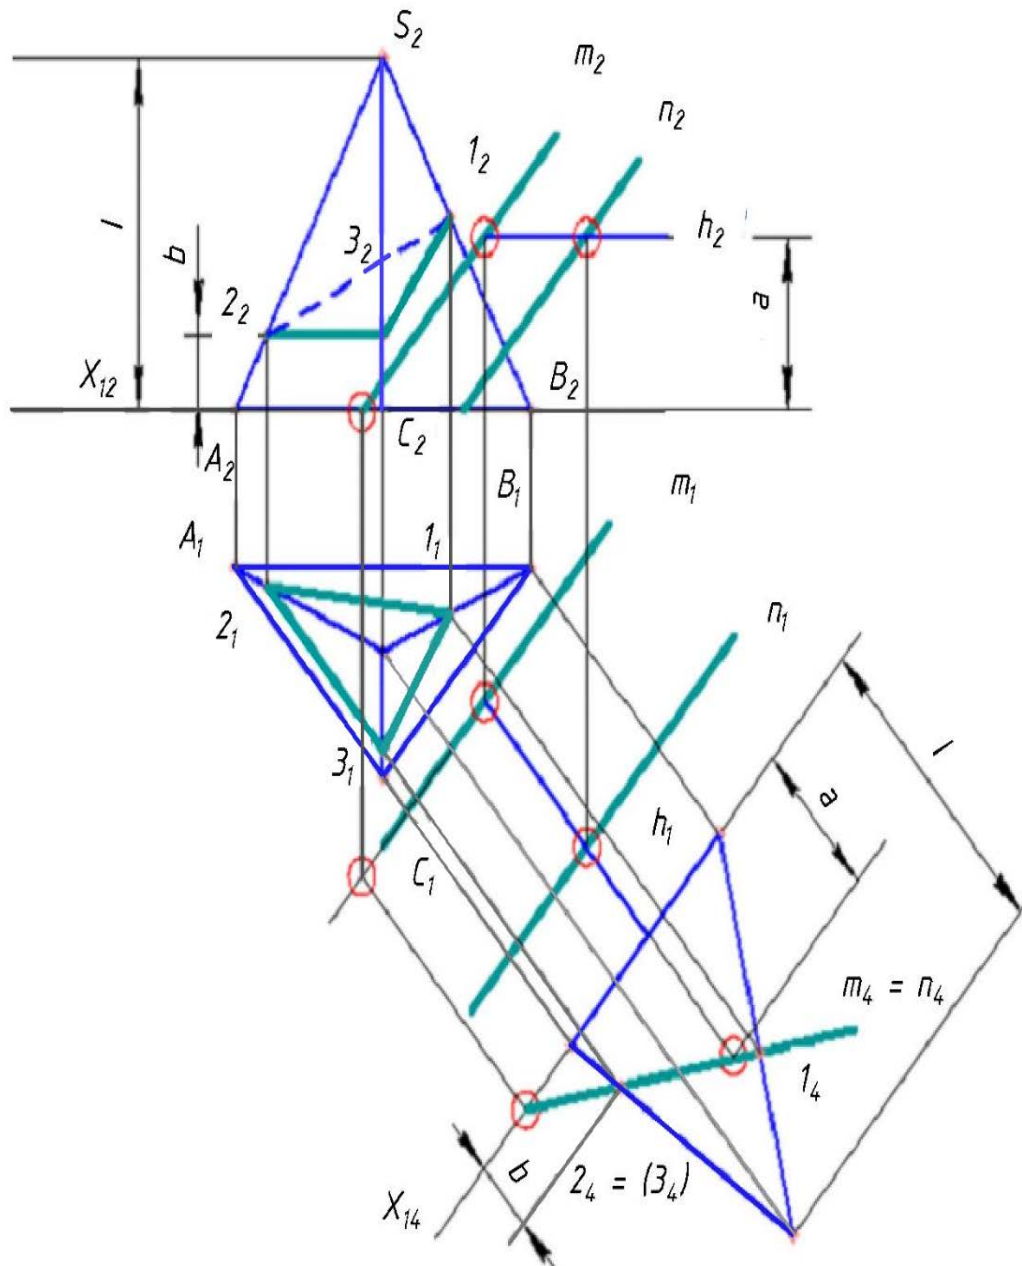

Рисунок 11 – Крок 5 алгоритму виконання РГР № 2
5. Останнім етапом побудови перерізу є етап побудови його проекції на П2 з урахуванням видимості точок на заданій поверхні (рис. 11).